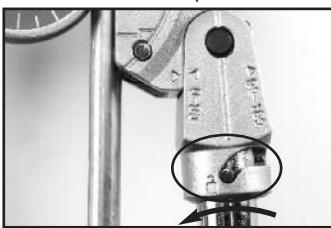

Figure 12 – Déverrouiller
1. Lorsque le repère « 0 » du porte-galet atteint le repère « 90° » de la matrice, tournez le manche du porte-galet jusqu'à ce que sa broche arrive en position « déverrouillée » (Figure 12).